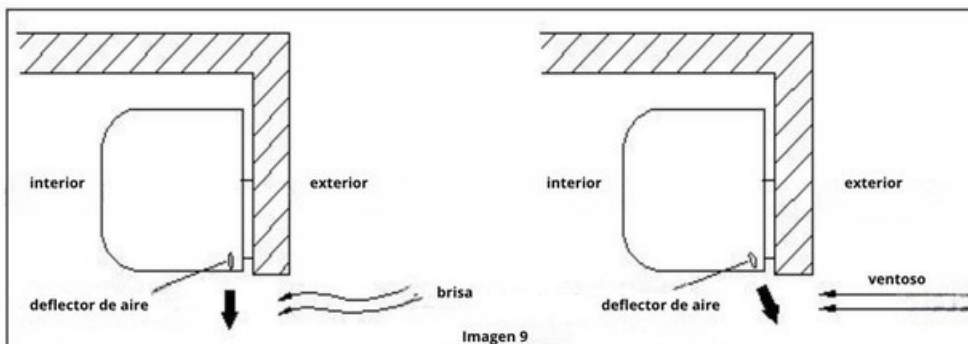

Imagen 9
3. El deflector de aire de la cortina es ajustable. La dirección del aire cambia según el deflector. (Imagen 9)